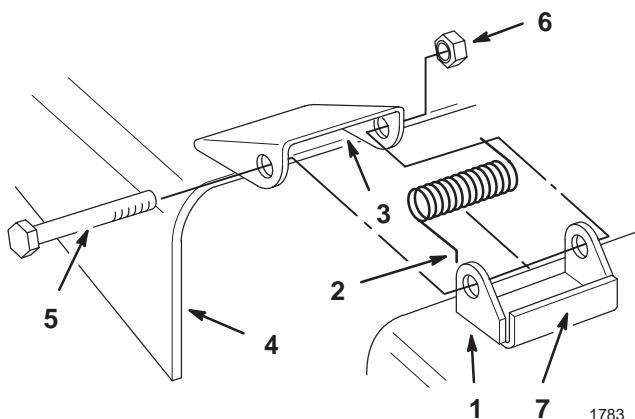

Figure 2
3. Fixez le déflecteur au support à l'aide de 2 boulons (3/8 x 3-1/2 pouces) et de 2 contre-écrous (3/8 pouce) (Fig. 2).
1. Placez les ressorts dans les supports du plateau de coupe, les extrémités crochues étant engagées sur la partie arrière surélevée (Fig. 2).
2. Placez le déflecteur en face des trous des supports, et les extrémités droites des ressorts dans l'espace sous la charnière et au-dessus du déflecteur (Fig. 2).